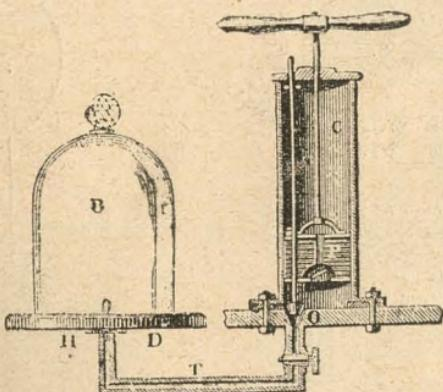

Fig. 58.—MÁQUINA NEUMÁTICA
2. **Principio.**—El aparato se compone esencialmente: 1.º de un cuerpo de bomba C (fig. 58) en que se mueve